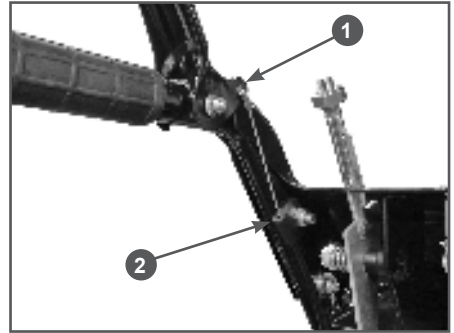

Рис. 9 Правильная установка троса включения хода
- Правильное положение троса включения хода после установки показано на Рис. 9.